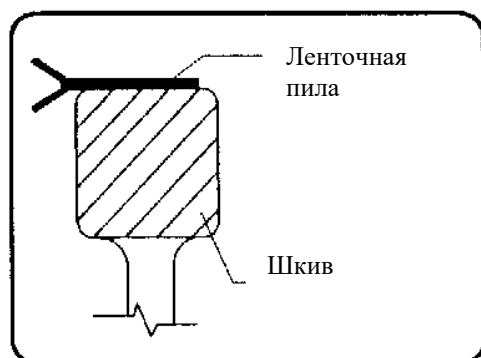

Рисунок 7.6.3
- ленточная пила должна лежать на шкивах, за исключением режущей части, которая выступает за край шкива. Смотри рисунок 7.6.3.